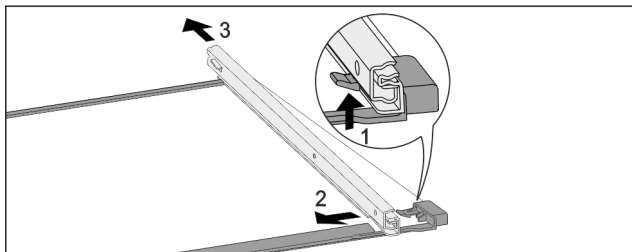

Fig. 157 Glassplate med skinner
- ▶ Trykk den fremre festespaken oppover. Fig. 157 (1)
- ▶ Skyv uttrekksskinne til side Fig. 157 (2) og skyv bakover Fig. 157 (3) og bort.